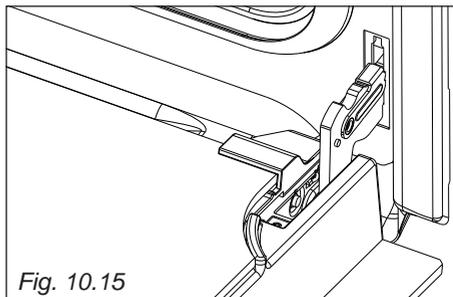

Fig. 10.15
- Aprire completamente la porta del forno (fig. 10.15).